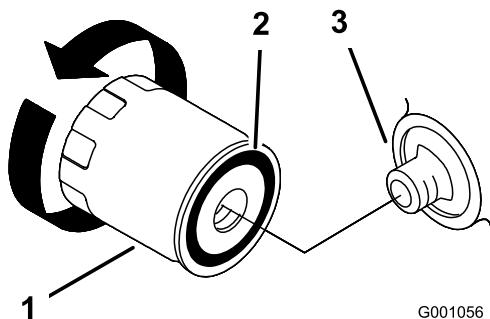

图22
2. 拆下旧滤清器，并擦拭滤清器安装座垫片表面（图22）。
3. 在替换滤清器的橡胶垫片上抹上一层薄薄的新鲜机油（图22）。
4. 将替换机油滤清器安装到滤清器安装座上，顺时针旋转机油滤清器，直至橡胶垫片接触到滤清器安装座，然后再将滤清器拧 2/3 至 1 圈（图22）。